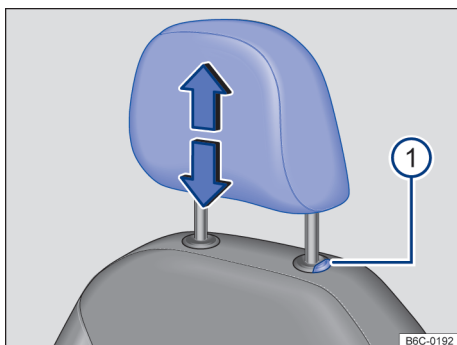

Fig. 69 Apoio para cabeça dianteiro: ajustar.
- Deslocar o apoio para cabeça para cima ou para baixo na direção da seta com o botão → Fig. 69 ① pressionado → ⚠ em *Introdução ao tema* na página 85.